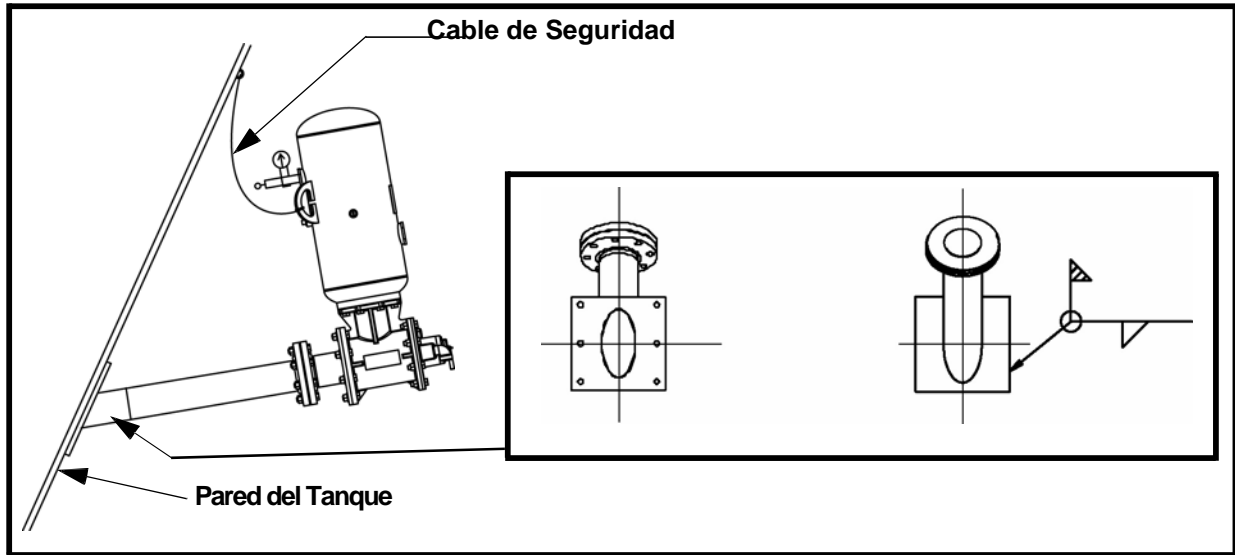

Figura 3. Instalación de la Placa de Fijación de 30 Grados
- a. Si se utiliza la placa de fijación de 30 grados (Figura 3), corte el orificio en el tanque de almacenamiento para cada placa de fijación utilizando las plantillas en la última página de este manual. Si faltan las plantillas, póngase en contacto con Martin Engineering o su representante. Coloque la placa de fijación sobre el orificio y haga la soldadura de montaje a la superficie del tanque.